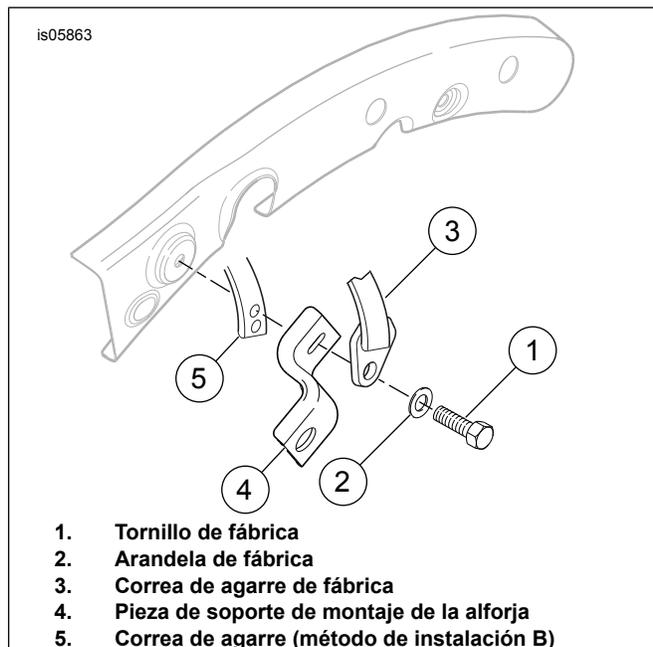
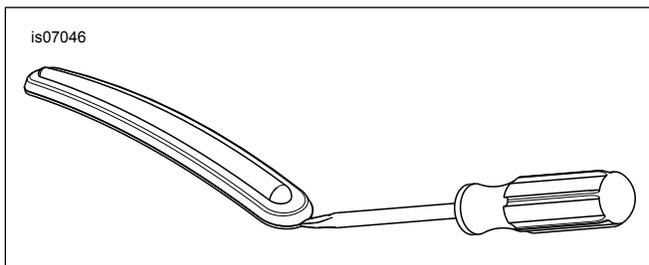

Figura 4. Modelo 2013 y anteriores: Retira la correa de agarre y el kit de instalación 53051-09
Figura 5. Quite la cinta decorativa del guardabarros
2. Consulte la Figura 4. Retire el tornillo (1) y la arandela (2) del lado izquierdo para retirar el soporte (4) y la correa de agarre del pasajero (3).
3. Retire el tornillo con la arandela de presión (D) de la parte trasera del asiento instalado actualmente.
4. **TODOS los kits excepto 53051-09:** Retire dos tuercas bridadas (E) de los pernos (F) cerca de la parte delantera del guardabarros trasero.
- b. Consulte la Figura 5. Inserte la punta del destornillador entre el bisel cromado y la cinta decorativa de caucho.
4. Consulte la Figura 4. Instale la correa de agarre (5) detrás de la pieza de soporte de montaje de la alforja (4).